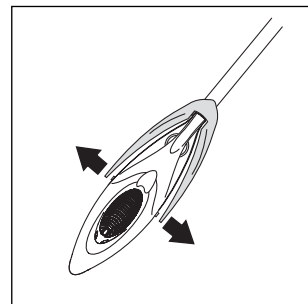

Fig. 10
- haak beide bevestigingspunten los (fig. 10).